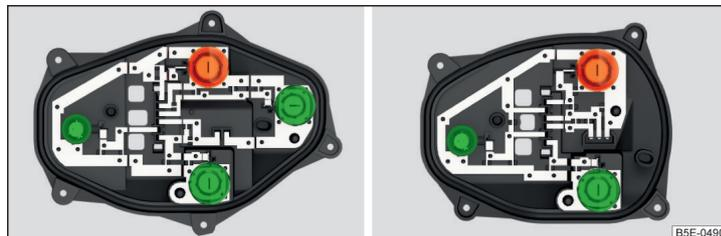

Abb. 339 Innerer Teil der Leuchte: Grundleuchte / Leuchte mit LED-Leuchtmitteln
- › Die jeweilige Glühlampe » Abb. 339 bis zum Anschlag entgegen dem Uhrzeigersinn drehen und aus dem Lampenhalter herausnehmen.